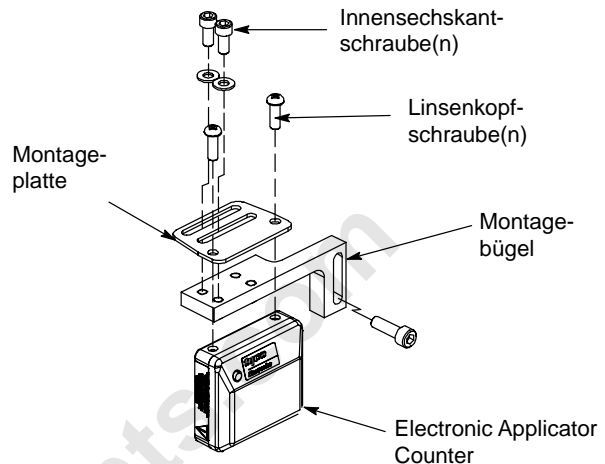

Abb. 9
6. Montieren Sie den Zähler mithilfe der Linsenkopfschrauben an die Montageplatte. Siehe Abbildung 9.
7. Installieren Sie die Montageplatte mit den im Bausatz enthaltenen Unterlegscheiben und Innensechskantschrauben locker (handfest) am Montagebügel. Siehe Abbildung 9.